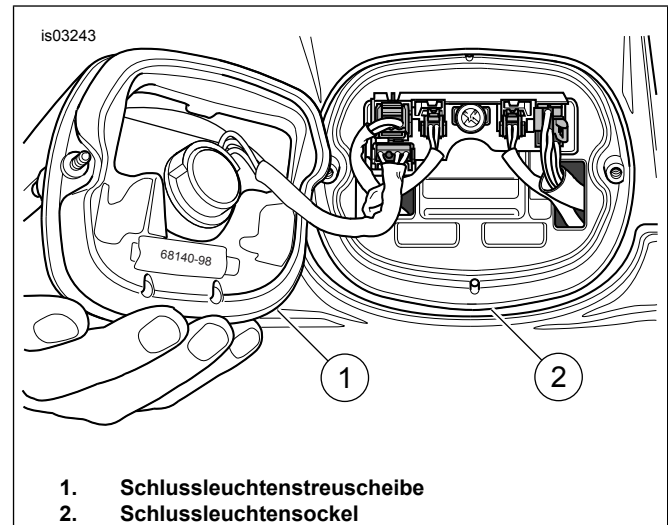

Abbildung 2. Schlussleuchtenstreuscheibe ausbauen
3. Siehe Abbildung 2. Die zwei Schrauben und die Schlussleuchtenstreuscheibe (1) vom Sockel (2) entfernen.
2. Siehe Abbildung 2. Die Schlussleuchtenstreuscheibe (1) mit zwei Schrauben auf der Fassung (2) anbringen.